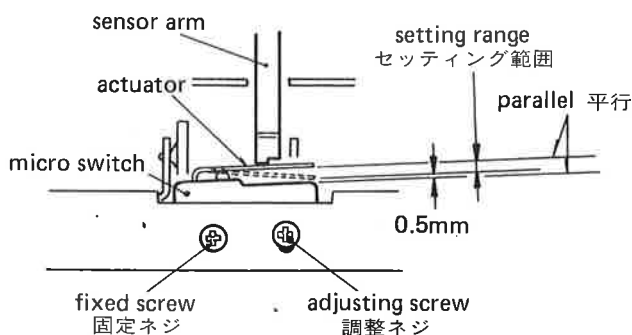

Fig. 4-1
3. Adjust mounting position of the two micro switches, cassette-in switch (S581) and record safety switch (S582) (for switch location, refer to fig. 3-3), so that the actuator position is in the setting range shown by fig. 4-1.
3. カセットイン・スイッチ (S581), 録音防止スイッチ (S582) 共 (両スイッチ取付箇所は図3-3を参照), アクチエータ位置が図4-1のセッティング範囲内になるようにスイッチ取付位置を調整する。